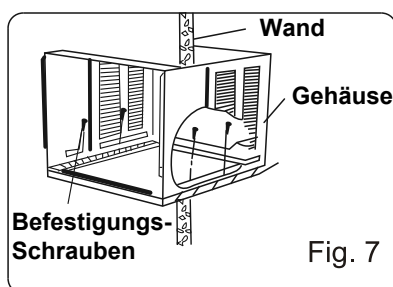

Fig. 7
8. Setzen Sie das Gehäuse in die vorbestimmte Öffnung und sorgen für eine stabile Verankerung (Fig. 7)
11. Fixieren Sie das Chassis mit dem Gehäuse (Pos.6) / (Fig. 7) und montieren die Frontblende , Luftfilter und Ansauggitter in umgekehrter Reihenfolge